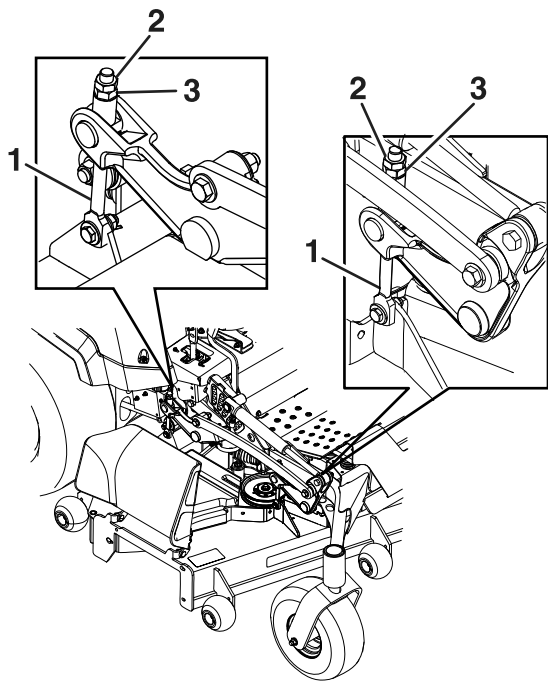

Figura 84
9. Haga pequeños ajustes, si es necesario, girando la tuerca de ajuste del conjunto de elevación delantero de la carcasa (**Figura 84**).